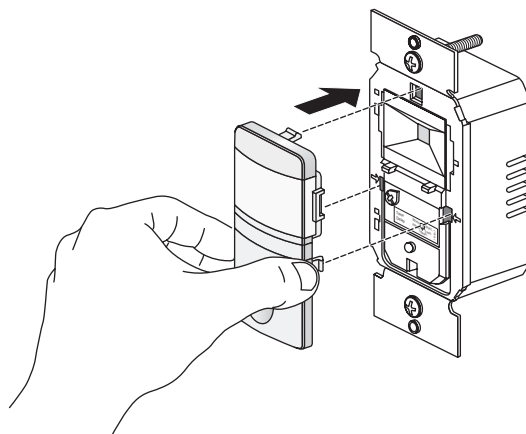

Fig 7: Reinstale la cubierta
3. Tome la nueva cubierta con el nuevo color, y colócala en su posición, insertando la parte arriba primero, luego presionando cada lado. Ver Fig 7.